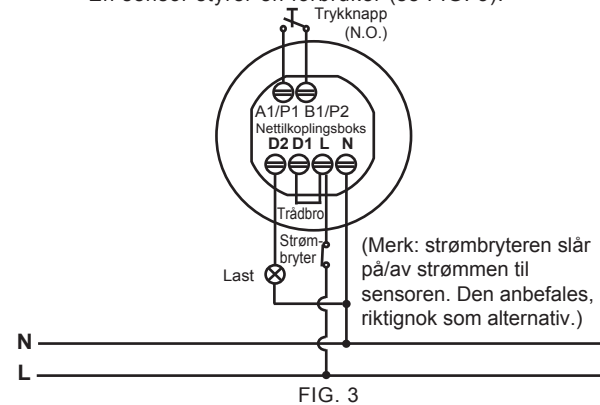
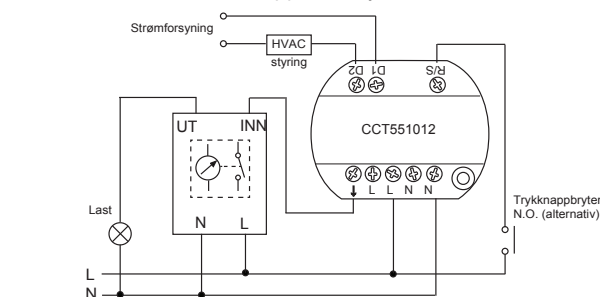

FIG. 3
Fig 8. Sensor brukt med en trappetidsbryter-krets
- En sensor styrer en forbruker (se FIG. 3).
3.2.2.2 R/S-punktet byr på et ekstra tilkoplingspunkt for en trykkbryter. Fig. 8 viser hvordan man kobler sensoren til en trappetidsbryter-krets.
3.3.3.2 Trekk ut kablene fra standard koblingsboks (se FIG. 14), ta deretter av 6-8 mm av kabelarmeringen for kabeltrekk, og se koplingskjemaene for en korrekt ledningstilkobling (se FIG. 3 - FIG. 8).
3.3.4.5 Se FIG. 13 for montering av sensorhodet med strømboks, og se deretter koplingskjemaene (se FIG. 3 - FIG. 8) for korrekte kabelforbindelser.